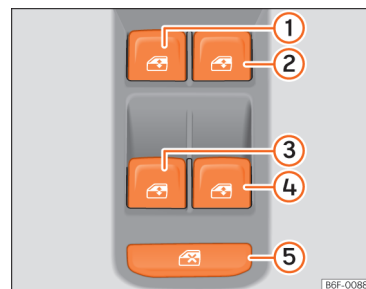

Fig. 62 Detaliu al ușii șoferului: comenzile geamurilor.
Comutatorul de siguranță » » » **fig. 62** ⑤ de pe ușa șoferului poate fi utilizat pentru dezactivarea butoanelor de acționare electrică a geamurilor ușilor din spate.